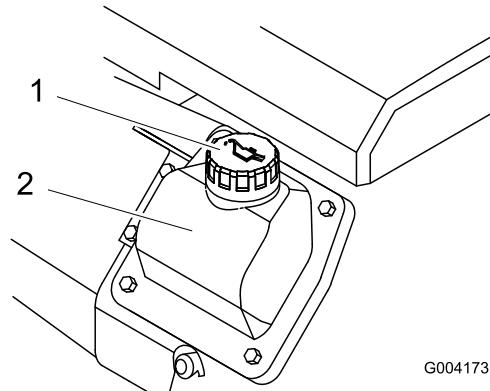

Bild 16
8. Machen Sie, wenn der Ölstand niedrig ist, rund um die Öleinfüllverschlusskappe sauber und entfernen Sie die Kappe (Bild 16).